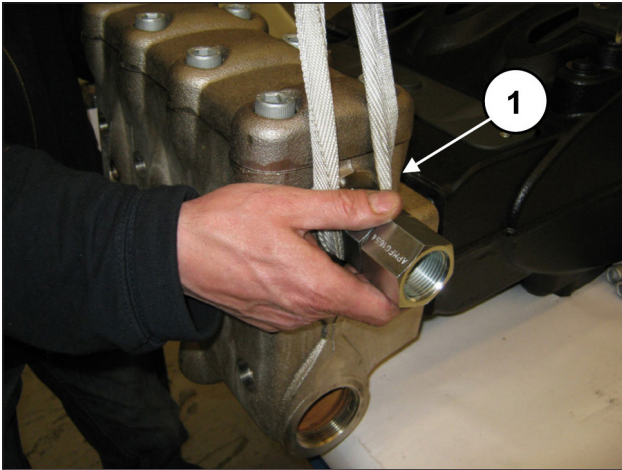
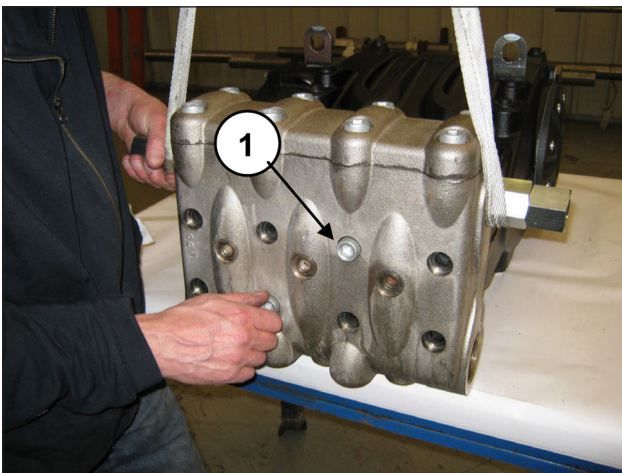

Fig. 129
Fig. 130
Monter la tête sur le carter de pompe (rep. ①, Fig. 129) en ayant soin de ne pas heurter les pistons puis visser les 8 vis M16x180 (rep. ①, Fig. 130).